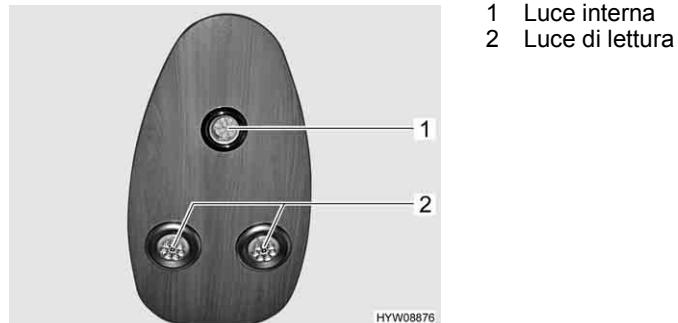

Fig. 85 Luci (cabina di guida)
La luce interna (Fig. 85,1) si accende automaticamente all'apertura tramite chiave o all'apertura di una delle porte del veicolo.
La luce interna (Fig. 85,1) si spegne automaticamente qualche secondo dopo la chiusura di tutte le porte, dopo la chiusura tramite chiave oppure dopo l'accensione del veicolo.
- Toccare una luce di lettura (Fig. 85,2). La luce di lettura è accesa.